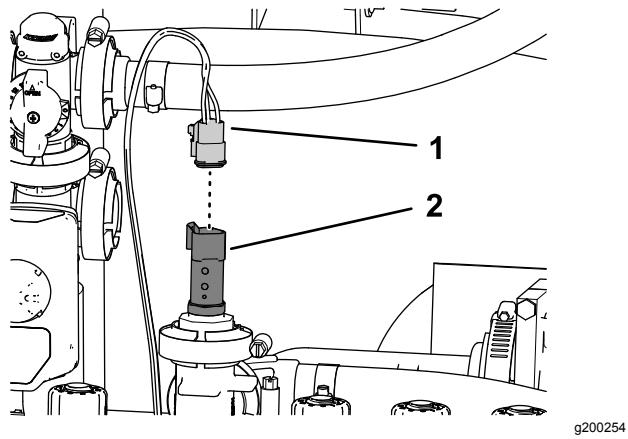

Рисунок 131
- Подсоедините 3-гнездовой разъем ответвления жгута проводов длиной 61 см из комплекта с маркировкой PRESSURE TRANSDUCER GREEN WEDGE (ЗЕЛЕНЫЙ ТРЕУГОЛЬНИК ДАТЧИКА ДАВЛЕНИЯ) к 3-штыревому разъему датчика давления (Рисунок 131).